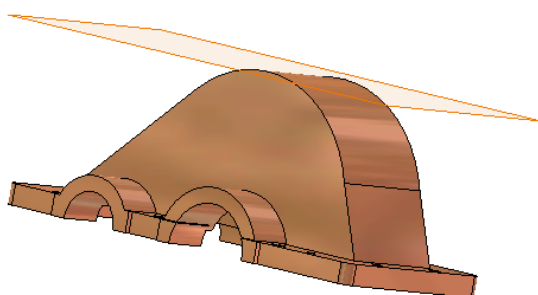

图 9-86 建立工作平面
①新建一个工作平面来创建草图，这里创建一个与箱盖的配合面平行且与顶部圆弧面相切的工作平面。单击【模型】标签栏【定位特征】面板上的【工作平面】工具按钮，先选择与箱体的配合面，然后在选择零件顶部的圆弧面，创建如图 9-86 所示的工作平面。